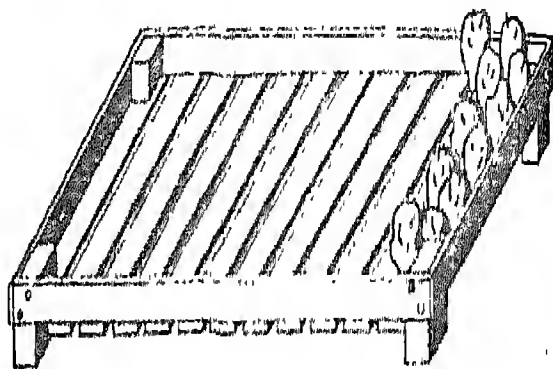

Fig. 12. --- Clais pour plants de Pommes de terre.
2. A l'arrachage des pommes de terre, sélectionner des tubercules pour les planter au printemps suivant. Fabriquer des claies pour les faire germer; les disposer sur ces claies côte à côte (fig. 12) en une seule couche, l'extrémité portant le plus grand nombre d'yeux en haut; conserver ces claies pendant l'hiver dans un local éclairé aéré, à température moyenne. — Observer le développement des germes et chaque mois noter ses progrès.